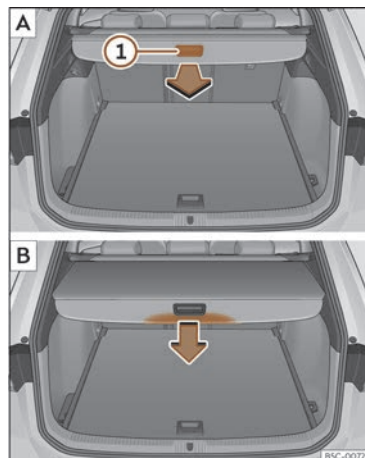

Fig. 175 Al maleter: desenrotllar i enrotllar la safata.
- Estireu uniformement de la safata pel agafador >>> **fig. 175** ① cap enrere i traieu-la fins al límit fins que encaixi de forma audible.
- Premeu sobre l'agafador de la safata en el sentit de la fletxa fins que quedi desbloquejada >>> **fig. 175** ②.